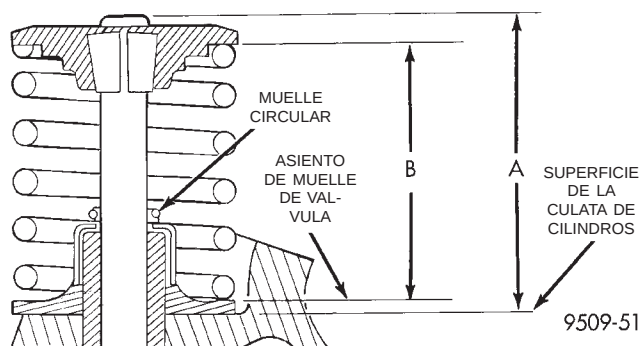

Fig. 53 Verificación de la altura de instalación del muelle y las dimensiones de la punta de la válvula
(4) Verifique la altura B del muelle de válvula una vez rectificadas la válvula y el asiento (Fig. 53). Asegúrese de tomar las medidas desde la parte superior del asiento del muelle a la superficie inferior del retén del muelle. Si la altura es superior a 38,75 mm (1,525 pulg.), instale un separador de 0,762 mm (0,030 pulg.) debajo del asiento del muelle de válvula para alcanzar la altura indicada en las especificaciones.